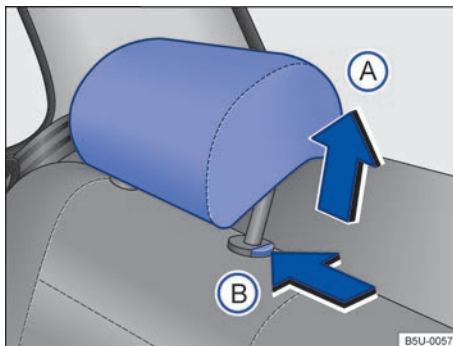

Fig. 74 Ajustar el apoyacabezas trasero.
- Empuje el apoyacabezas hacia arriba en el sentido de la flecha → **fig. 74 (A)** o con la tecla → **fig. 74 (B)** pulsada, empuje hacia abajo → **▲** en *Introducción al tema* de la pág. 84.